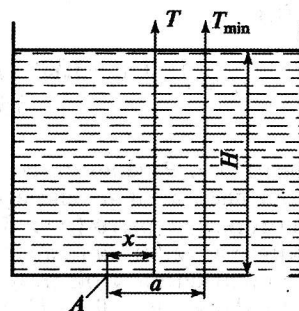

Рис. 3.10
**Задача 3.10.** Резервуар заполнен бензином ( $\rho_6 = 750 \text{ кг/м}^3$ ) на высоту  $H = 2 \text{ м}$ . На дне резервуара расположено отверстие  $a \times b = 0,5 \times 0,6 \text{ м}$ , закрытое трапом, которое вращается вокруг шарнира A (рис. 3.10). Вес трапа  $G = 120 \text{ Н}$ . Определить силу  $T_{\text{мин}}$  открытия трапа и расстояние  $x$  приложения этой силы.